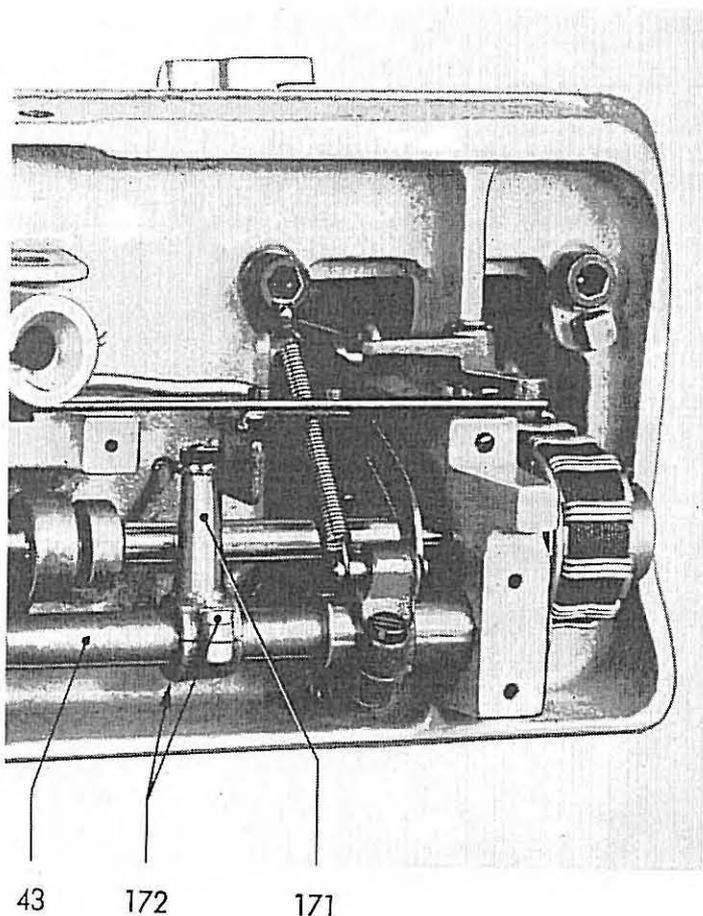

Fig. 12
13.6. Réglage du levier de transmission 171 (fig. 12) pour l'élévation du puller lors de la marche arrière (ne concerne que les classes 211-10000 et 211-19000)
Lorsqu'en abaissant le levier règle-point pour inverser le sens de l'entraînement, ce levier coïncide avec le repère «0». c'est à dire lorsqu'il n'y a pas d'entraînement, le cylindre du puller doit être dégagé de la plaque à aiguille de sorte que la pièce en cours de couture puisse passer librement entre le puller et la plaque à aiguille. Ce dégagement du cylindre de puller est déterminé par la position du levier de transmission 171 (fig. 12) sur la coulisse 43 du règle-point. Cette position doit être adaptée à l'épaisseur de l'ouvrage. Le levier de transmission 171 peut être réglé après avoir desserré les vis 172.